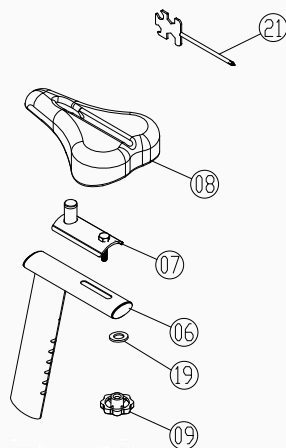

Figura 6
6. Encaixe o Conjunto do Tubo de Ajuste do Assento Traseiro (Parte 06), o Conjunto do Tubo Deslizante do Assento (Parte 07) e o Acolchoado do Assento (Parte 08) juntamente com as anilhas planas (Parte 19) e, em seguida, fixe todos os componentes utilizando o manípulo oco em forma de estrela (Parte 09). O assento pode ser ajustado para a frente e para trás; consulte a Figura 6.